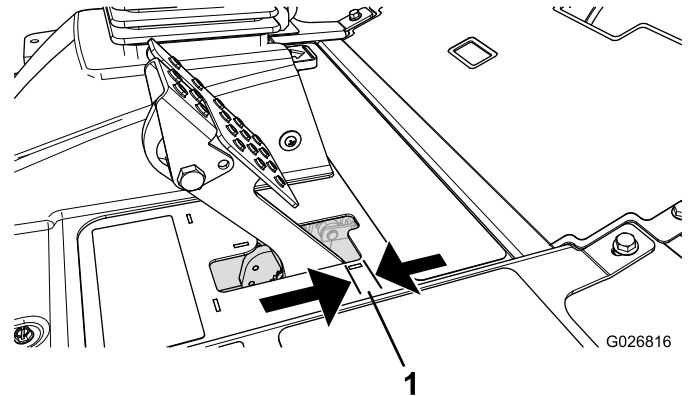

Figura 68
Regolate i freni se il pedale ha un "gioco" superiore a 25 mm (Figura 68), o quando è necessaria maggiore forza di tenuta. Per gioco s'intende la distanza che il pedale percorre prima che si avverta la resistenza della frenata.
2. Serrate il dado posteriore per spostare indietro il cavo, finché i pedali del freno non hanno un gioco compreso tra 6,3 e 12,7 mm (Figura 68), prima che la ruota si blocchi.